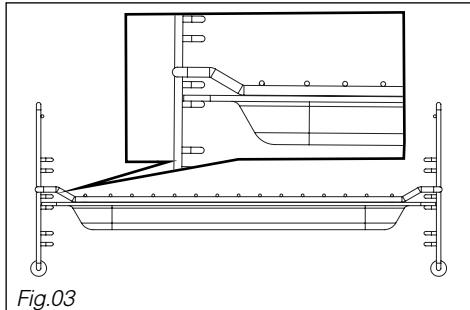

Fig.03
• **Rost + gläserne Fettpfanne:** Zum Braten und Auffangen des Bratensafts, Rost oberhalb der Fettpfanne anbringen (Abb. 03).